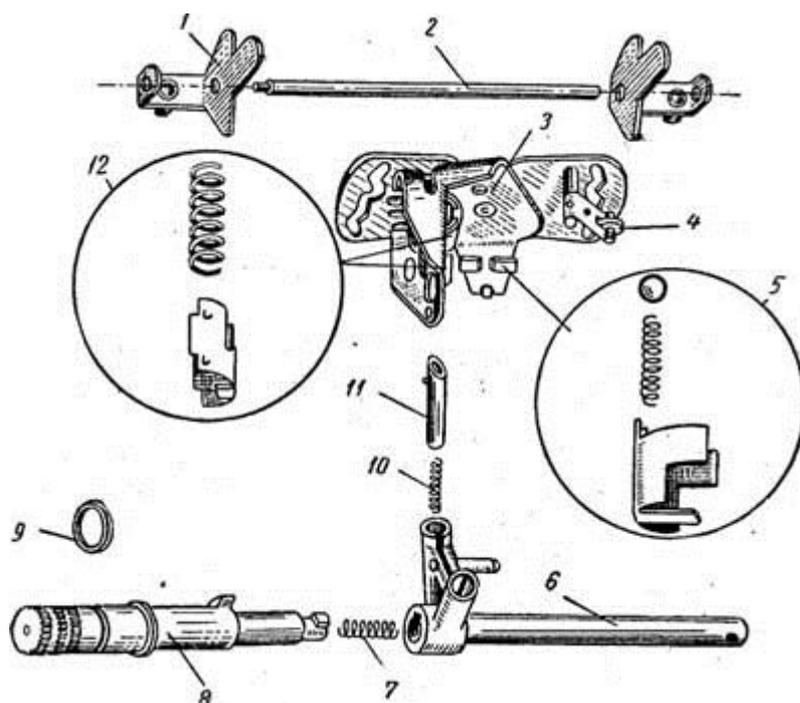

Рис. 43. Детали механизма переключения передач:
**Устройство.** Механизм переключения передач включает в себя следующие детали: вал механизма переключения 6 (рис. 43) с двумя собачками 11 и цилиндрическими пружинами 10, кулису 3 механизма переключения, фиксатор 5 включенной передачи, контакт 4 электрического указателя нейтрального положения шестерен в коробке передач, возвратные пружины 12 вала механизма переключения передач, две вилки 1 переключения передач и вал 2 вилок переключения передач. Привод механизма переключения осуществляется валом 8 (он же вал пускового механизма) и рычагом переключения передач (он же рычаг пускового механизма). Во втулке крышки картера вал уплотнен резиновым сальником 9.